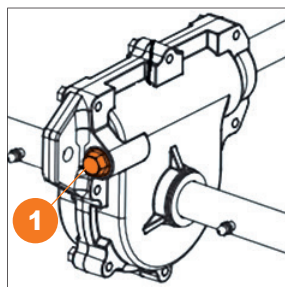

Рис. 8
- Во время обслуживания редуктора самостоятельно, снимите заглушку или открутите болт-заглушку **1**, добавьте 30-50 гр. консистентной смазки и установите заглушку на место (Рис. 8).